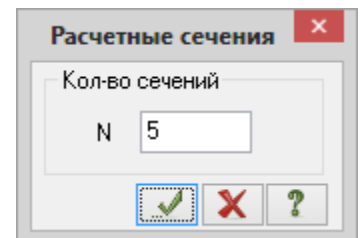

Рис.1.17. Диалоговое окно Расчетные сечения
- Щелчком по кнопке – **Расчетные сечения стержней** (панель **Редактирование стержней** на контекстной вкладке **Стержни**) вызовите диалоговое окно **Расчетные сечения** (рис.1.17).